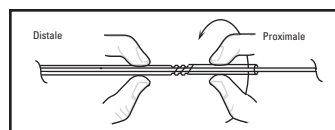

Figure 2. Déverrouillage par rotation dans le sens anti-horaire
2. **Déverrouiller** le mécanisme de verrouillage Twist-Lock de la gaine d'introduction en pinçant légèrement cette dernière de chaque côté du mécanisme et en faisant tourner la partie proximale dans le sens contraire aux aiguilles d'une montre (Figure 2). Cela libère l'ensemble guide de mise en place/coil et lui permet de se déplacer librement à l'intérieur de la gaine d'introduction.